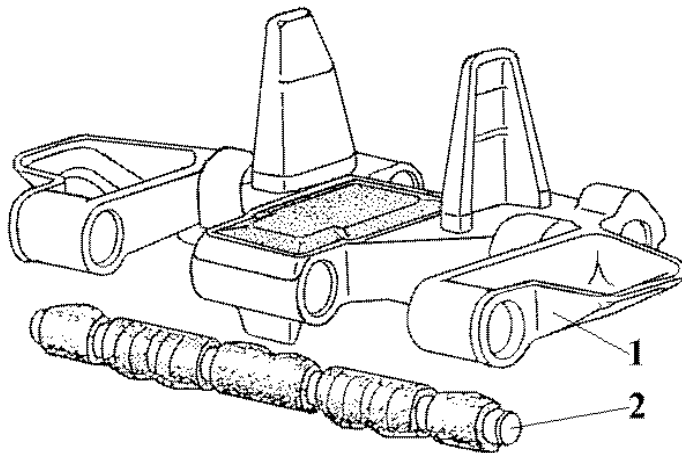

Рис. 1.35 Звено гусеницы и палец РМШ
Гусеничная цепь (гусеница) - мелкозвенчатая, цевочного зацепления, с эластичными уширителями или без них. Каждая гусеница состоит из 91 звена **1** (рис. 1.35), соединенных шарнирно пальцами **2**, шаг звена 128 мм. Ширина гусеницы без уширителей – 390 мм, с уширителями – 760 мм.
5. Вставить палец с РМШ в заходный корпус фланца **5**. **При этом палец должен быть сориентирован гладкой стороной резиновых втулок к наружной поверхности проушин траков** (как изображено на рис. 1.35). Забить палец кувалдой на глубину около 90 мм.